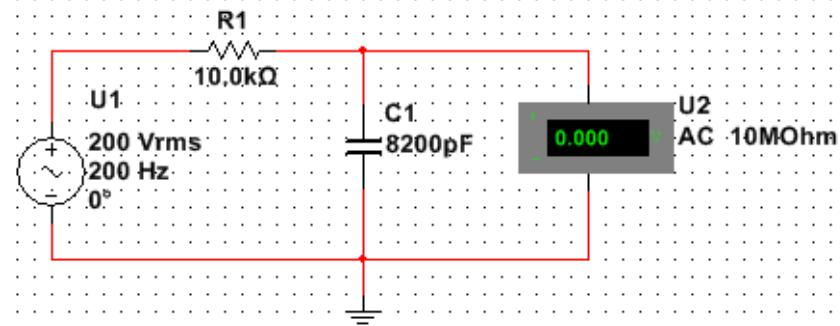

Рис. 2.6.2. Изменение параметров компонентов фильтра
4. Дважды щелкните ЛКМ символ источника. На вкладке **Символ** измените  $V_1$  на  $U_1$ . На вкладке **Параметры** в соответствующих полях установите напряжение (RMS) источника  $U_1 = 200\text{V(V)}$ , частоту (F) —  $f = 200\text{Гц(Hz)}$ .
6. К выходным полюсам RC—цепи подключите вольтметр в режиме измерения переменного напряжения (рис. 2.6.2).